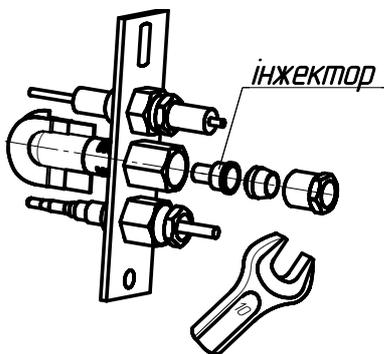

Рис.11. Заміна інжектора пилотного пальника
- замінити інжектор (Рис.11) для природного газу (2отв. Ø0,29мм), на інжектор для зрідженого газу (1отв. Ø0,24мм);